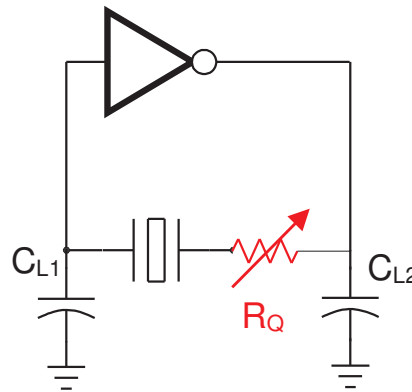

图 9. 带有增加的电阻器 R_Q 的负电阻方法
对于负电阻测试，增加了一个与晶振串联的额外电阻器，如图 9 所示。这个额外的串联测试电阻， R_Q ，在振荡器未启动或者一个正在运行的振荡器停止前一直增加。在振荡器重新开始工作之前降低电阻值是一个好的做法，这样可确定关键值。使用一个适合于射频 (RF) 的 SMD 电位器可完成这个操作，这样可增加尽可能少的寄生值。由于这个电位器的所有参数和寄生值会影响振荡器电路的最终参数， R_{Qmax} 的最终值应该由一个 SMD 电阻器进行验证。